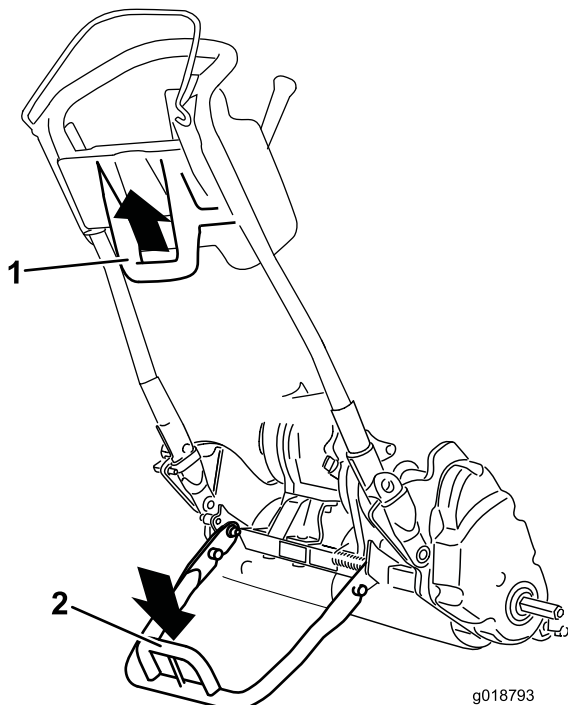

图19
- 要使用支撑架安装行走轮，首先应将其放到地面上，踩下支撑架环，并向上向后拉中下部手柄（图19）。